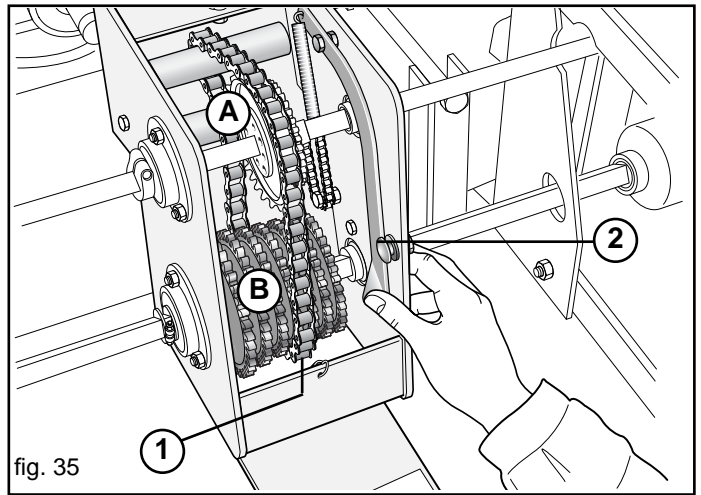

fig. 35
- Sich nach links bewegen und ablesen, auf welches Räderpaar (A-B, Abb. 35) die Getriebekette gelegt wird;
- Um die Kette zu verschieben, den Deckel des Getriebekastens öffnen und die Kette (1, Abb. 35) durch den Hebel (2) lockern;
- Die Kette erneut mit dem Hebel (2, Abb. 35) spannen und den Deckel schließen.